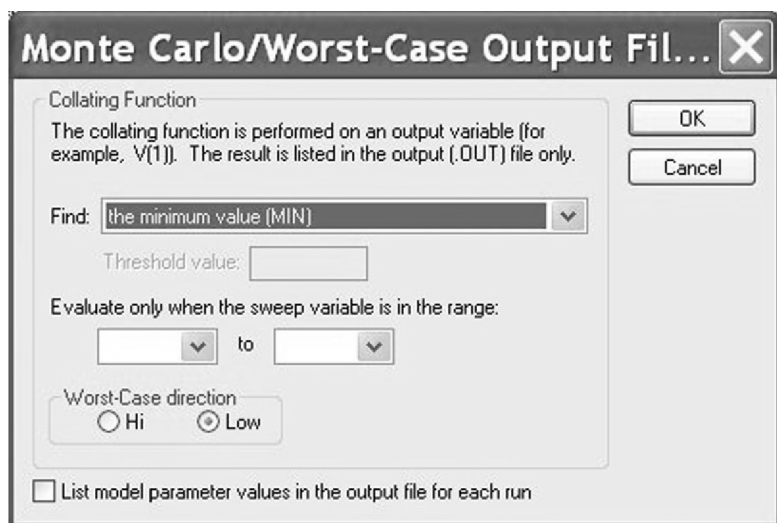

图 11.9 选择 MIN 测量函数
7. 如图 11.9 所示，单击 **More Settings** 进行更多设置，在 Find 对话框中选择 **minimum (MIN)** 为测量函数，并且选择 **Low** 为 **Worst Case Direction** 最坏情况分析方向。然后单击 OK 按钮对仿真设置进行确定，切记不要退出仿真设置。